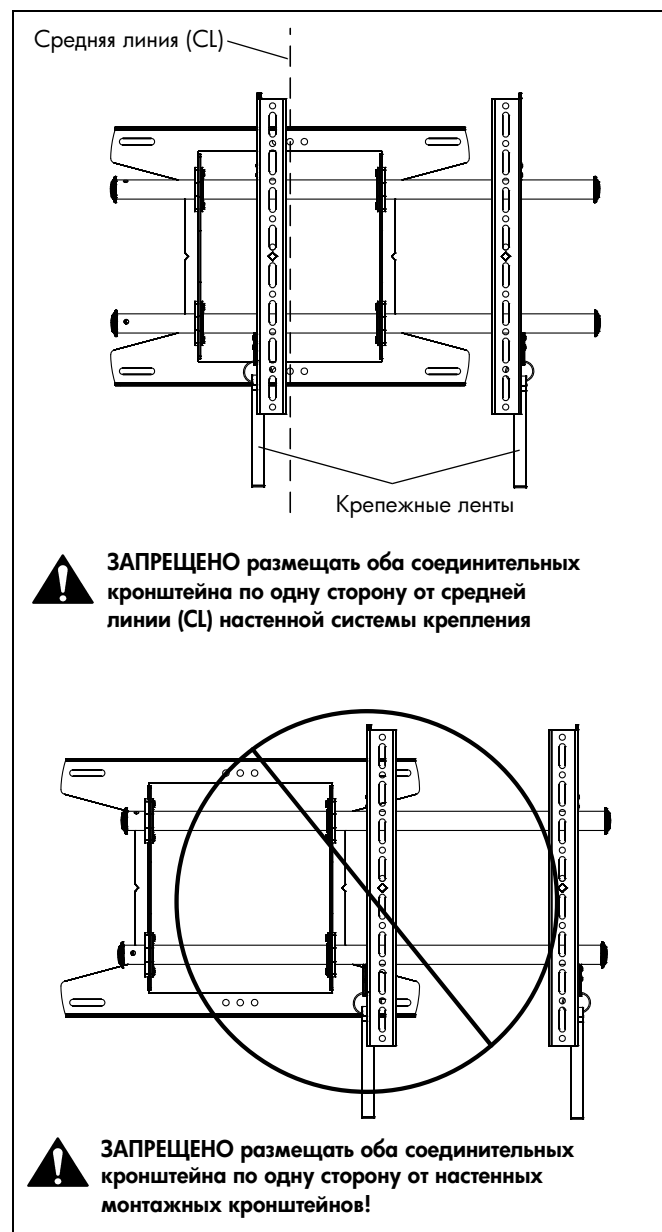

рис. 8
1. Отрегулируйте длину крепежной ленты Velcro® (при необходимости) так, чтобы она не выступала за нижний край экрана. (См. рис. 8)
ПРИМЕЧАНИЕ. ЗАПРЕЩЕНО размещать оба соединительных кронштейна по одну сторону от настенного монтажного кронштейна. (См. рис. 8)
ПРИМЕЧАНИЕ. ЗАПРЕЩЕНО размещать оба соединительных кронштейна по одну сторону от средней линии настенной системы крепления! (См. рис. 8)